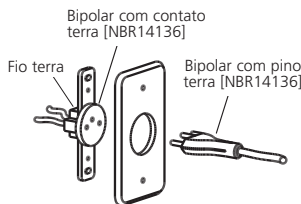

Fig. 34
- Ligar o produto em uma tomada bipolar com contato terra, de 3 pinos redondos 10A [NBR 14136] [Fig.34] exclusiva, de fácil acesso, em excelente estado, dimensionada de acordo com o circuito de proteção.